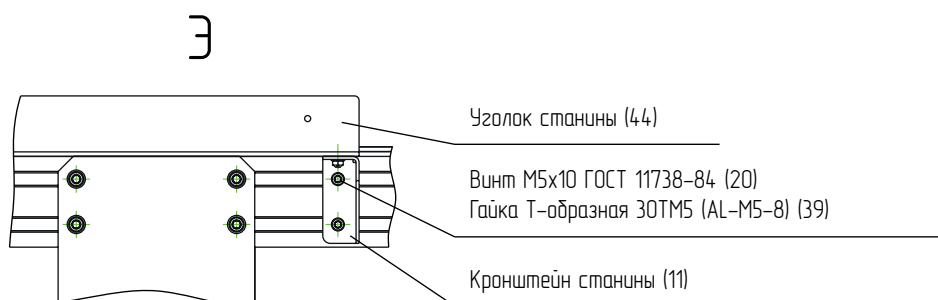

Рисунок 32 — Крепление уголка станины к профилю станины.
8. Прикрепить уголок станины (поз. 44) с кронштейнами станины (поз. 11) к профилю станины (поз. 42) с помощью винтов М5х10 ГОСТ 11738-84 (поз. 20) и гаек Т-образных 30ТМ5 (AL-M5-8) (39) (см. рис. 32).